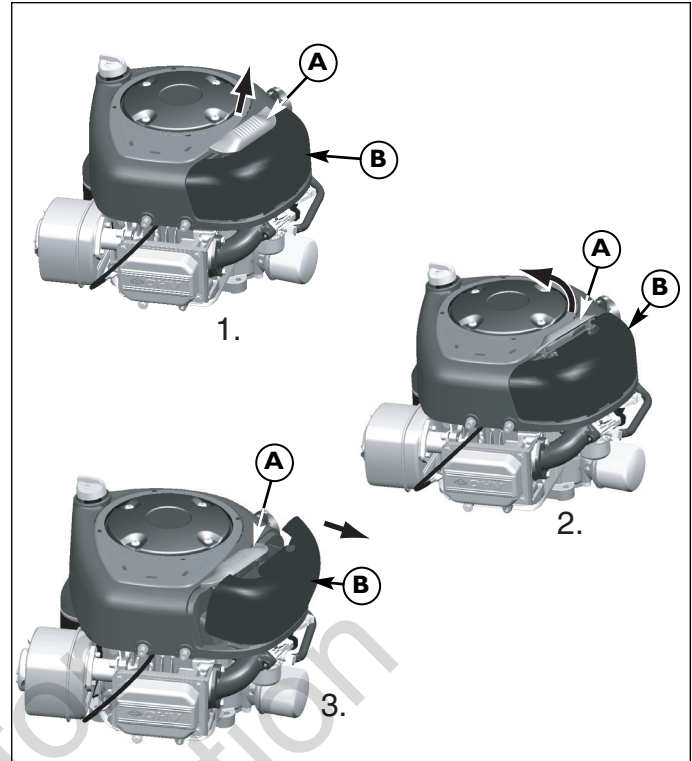
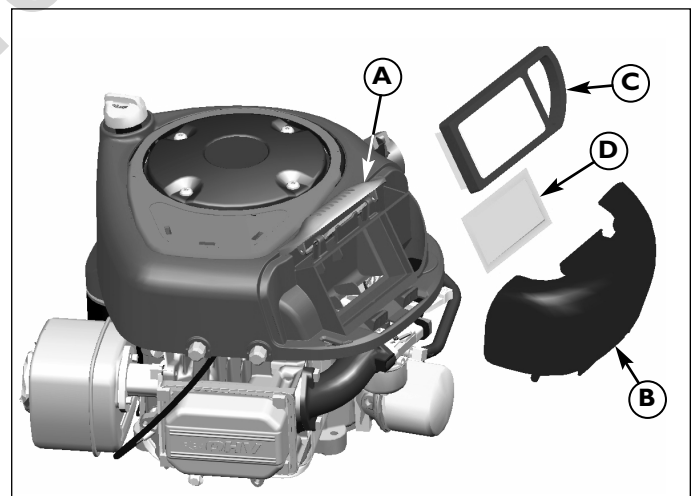

Figura 29. Conjunto del filtro de aire: Modelos Briggs & Stratton de un cilindro
Figura 30. Mantenimiento del filtro de aire: Modelos Briggs & Stratton de un cilindro
1. Levante la traba del filtro de aire (A, Figura 29).
2. Gire la traba del filtro de aire (A) hacia dentro.
4. Levante el depurador de aire (C, Figura 30) y el predepurador (D), si está instalado, del alojamiento del ventilador.
5. Instale el predepurador (D) con la malla hacia arriba. Instale el filtro (C) según se muestra.
6. Instale la tapa (B), asegurándose de que las lengüetas queden insertas en las ranuras correspondientes. Sujétela con la traba (A).